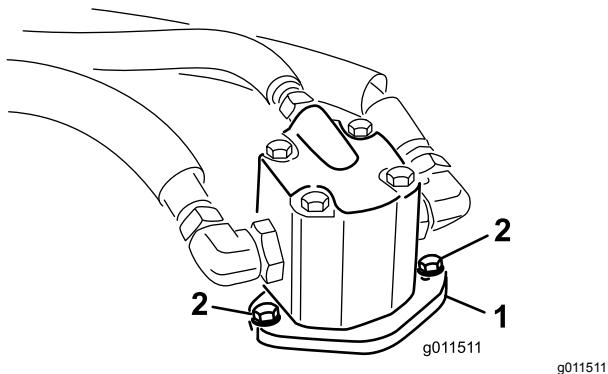

Figura 115
4. Retire os parafusos que fixam o motor hidráulico à plataforma do cortador (Figura 115).